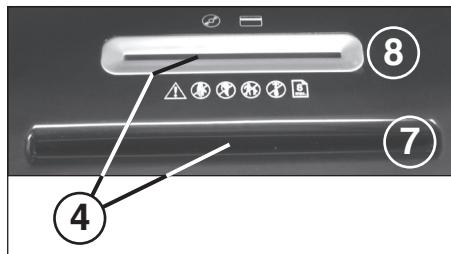

fig. 2
4 = Barrière lumineuse (marche avant) (fig. 2)
7 = Fente d'introduction de papier (fig. 2)
8 = Fente d'introduction de sécurité (fig. 2)
Introduire du papier dans le bloc de coupe par la fente d'introduction pour papier (7) (fig. 2). Introduire un à un des supports de données (CD, DVD ou cartes de crédit) dans le bloc de coupe par la fente d'introduction de sécurité séparée (8) (fig. 2).